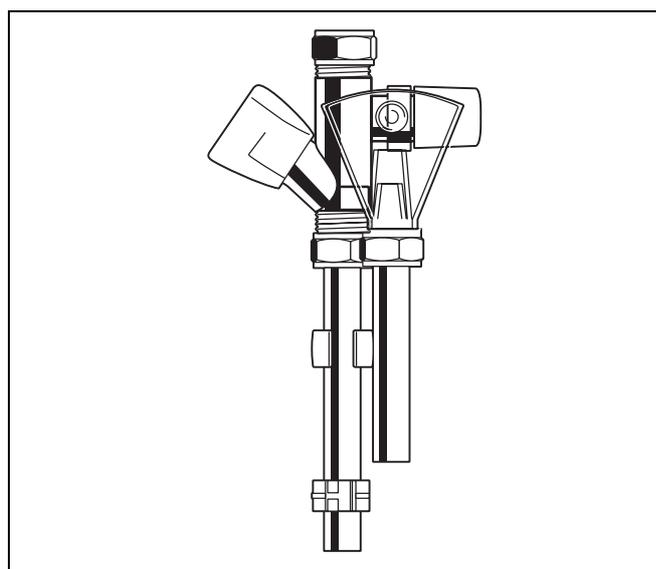

Fig. 11 Valvola di sicurezza lato sanitario con valvola di non ritorno integrata
- Montare la valvola di sicurezza lato sanitario (fig. 11) con la valvola di non ritorno integrata nella tubazione dell'acqua fredda. In tal modo la tubazione dell'acqua sanitaria viene protetta da pressioni elevate dovute all'espansione dell'acqua.